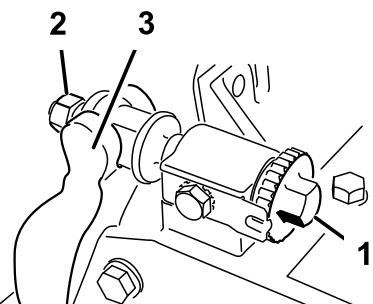

図 65
1. ベッドバー調整ネジを左に回してベッドナットとリールの接触をなくす(図 65)。